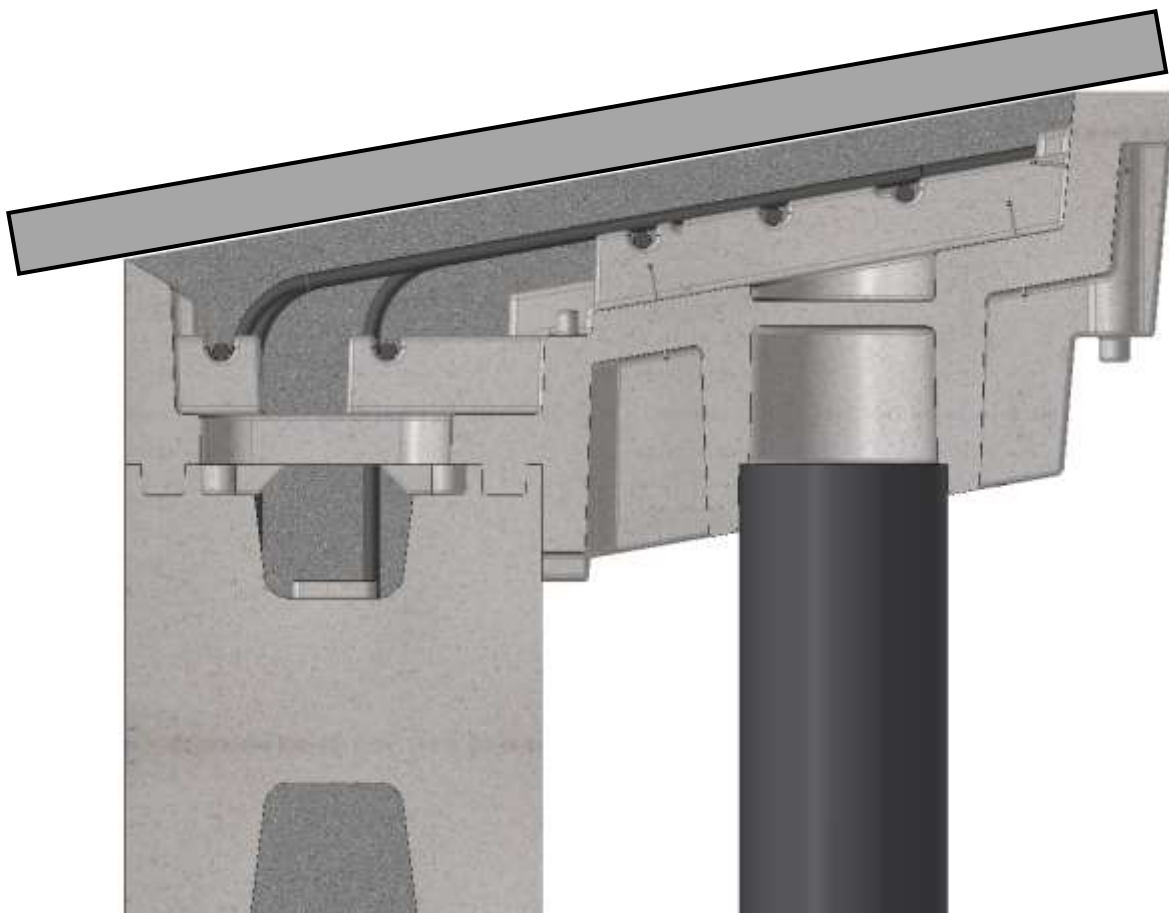
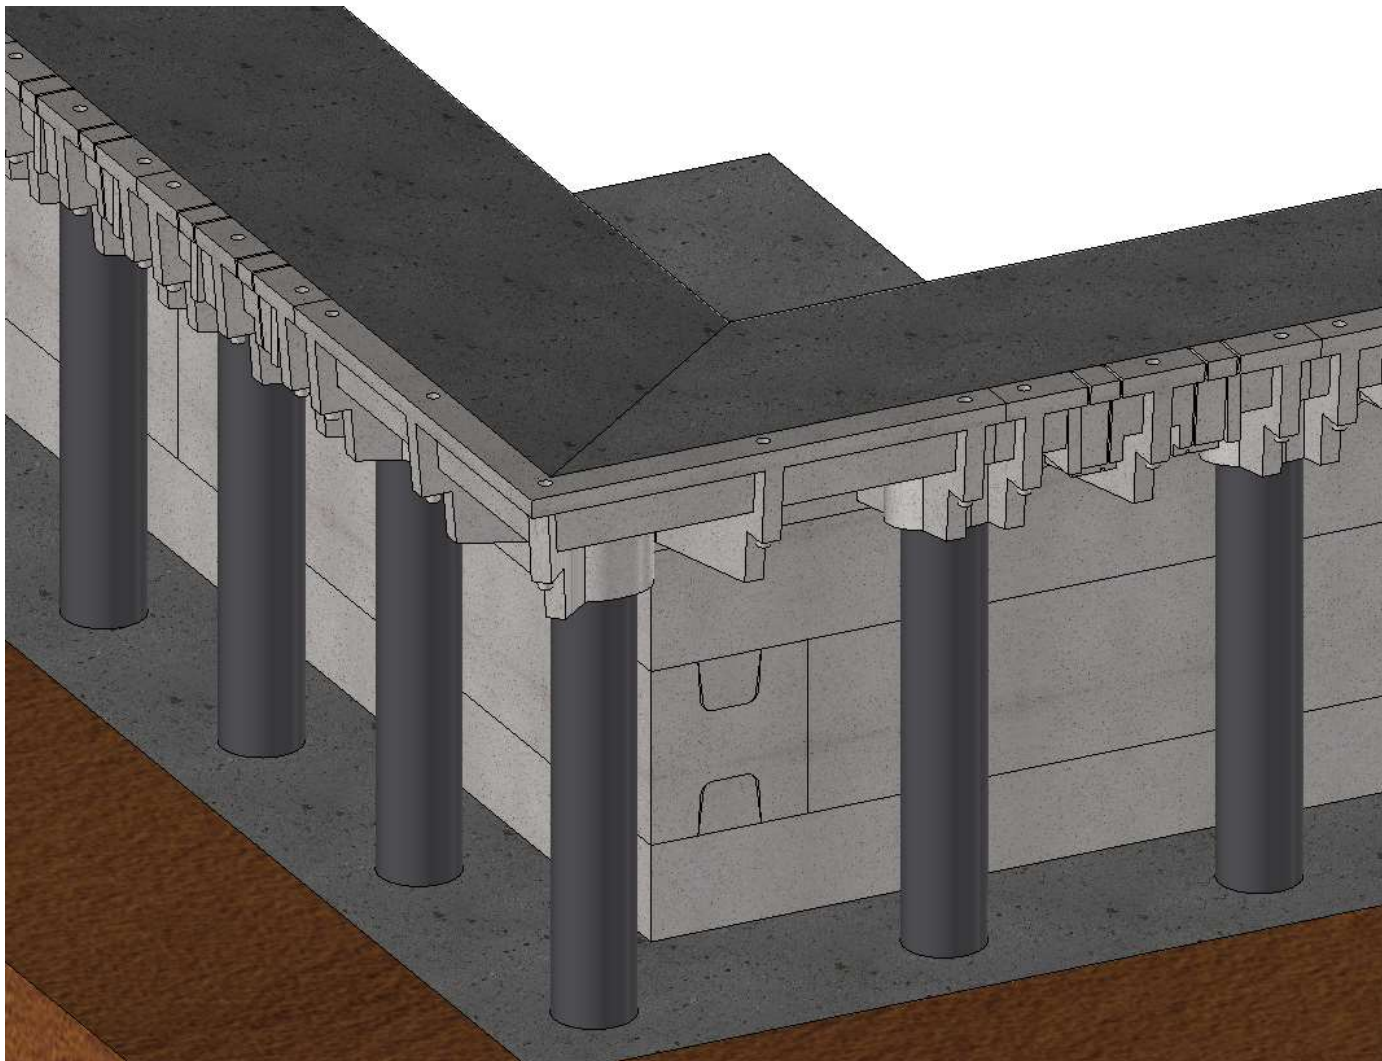

Figure 10 : Positionnement de la règle
Figure 11 : Mise en place du béton
- Utiliser les coins des éléments de coffrage pour réaliser la pente, en prenant soin de ne pas enfoncer la règle dans les blocs pour ne pas faire varier l'angle (Figure 10 et Figure 11).